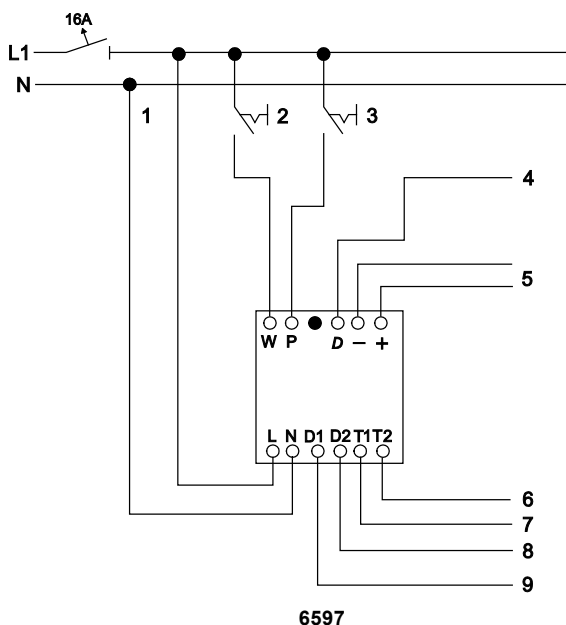

Fig. 1: Módulo de control 6597
- Encienda el conmutador selector (Fig. 1, 3) para activar el modo de funcionamiento "luz de limpieza". Cuando se cierra el interruptor de luz de limpieza el alumbrado se enciende con el valor de luminosidad preajustado. El valor de luminosidad depende del ajuste en el interruptor de codificación. Se han bloqueado todos los demás modos de funcionamiento.
- Encienda el conmutador selector (Fig. 1, 2) para activar el modo de funcionamiento "control de grupo". Cuando se cierra el conmutador selector se cambia del control individual al control de grupo.